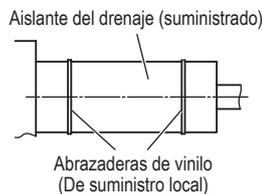

Fig. 6-9
- Comprobado el drenaje, aplicar la empaquetadura y el aislante para el tubo de drenaje suministrados alrededor del tubo y sujetarlo con abrazaderas de vinilo. (Fig. 6-9)